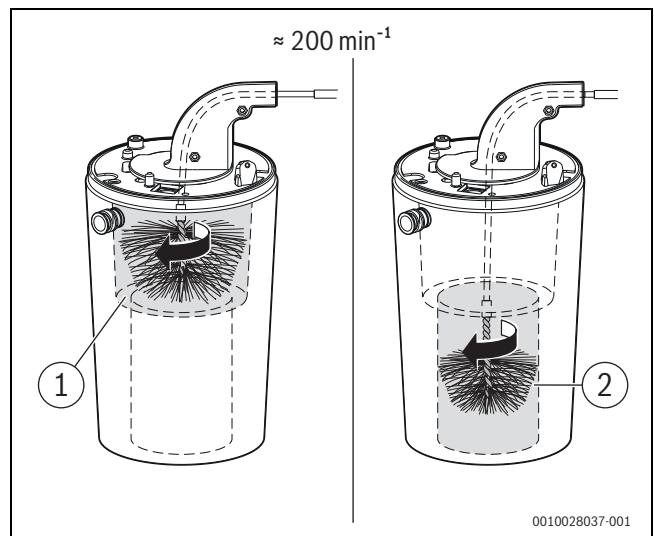

Bild 134 Wärmeblock reinigen (ca. 200 min⁻¹, nur Rechtslauf)
- ▶ Mit kleiner Bürste für den unteren Bereich wiederholen (→ Bild 134, [2]).